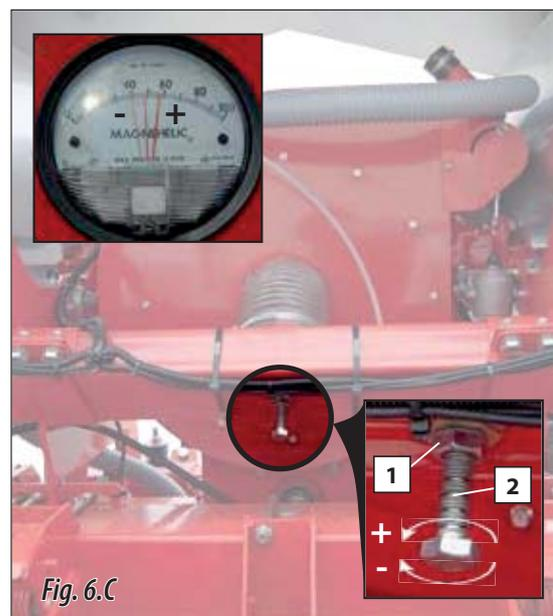

Fig. 6.C
El nivel de aspiración de la turbina se mide con el vacuómetro (Fig. 6.B). En función de la semilla se aconseja ajustar el nivel de aspiración según la tabla siguiente:
Para modelos VARIANT y TELESCÓPICAS, que lleven equipo de abono con transporte neumático de las filas exteriores, ajustar el caudal de aire actuando sobre la válvula reguladora ubicada en el pulmón de aspiración (A, Fig. 6.D) y el venturi ubicado a la salida de aire de la turbina (B, Fig. 6.D)
- 1- Aflojar la tuerca (1, Fig. 6.C).
- 2- Roscar el tornillo para disminuir la presión o, aflojarlo para aumentar la presión de aspiración (2, Fig. 6.C).
CON LA VÁLVULA REGULADORA ABIERTA COMPLETAMENTE (A2, FIG.6.D) Y EL VENTURI EN LA POSICIÓN 0 (B, FIG. 6.D), SE DISPONE DEL MÁXIMO CAUDAL DE AIRE PARA EL TRANSPORTE NEUMÁTICO DEL ABONO.
EN EL CASO QUE NO SE DESEE ABONAR, LA VÁLVULA REGULADORA DEBERÁ ESTAR CERRADA (A1, FIG. 6.D) Y EL VENTURI DE LA TURBINA EN POSICIÓN 1 (B, Fig. 6.D)
DESPUÉS DE MODIFICAR LA POSICIÓN DE LA VÁLVULA REGULADORA, VERIFICAR LOS VALORES DE PRESIÓN MEDIANTE EL VACUÓMETRO (FIG. 6.B), Y SI ES NECESARIO AJUSTAR EL RÉGIMEN DE VUELTAS DE LA TURBINA PARA ADECUAR LOS VALORES DE PRESIÓN SEGÚN LA TABLA DEL APARTADO 6.4 SISTEMA DE ASPIRACIÓN - TURBINA.
- 1- Aflojar los tornillos (1, Fig. 6.E), para dejar libres la cuchilla y el aparta-terrones.
- 2- Sacar el pasador y el bulon de fijación para el aparta-terrones (2, Fig.6.E).
- 4- Atornillar los tornillos (1, Fig. 6.E) para fijar los elementos.
- 1- Aflojar el tornillo (B, Fig. 6.F), para dejar libre la cuchilla.
- 3- Aflojar el tornillo (C, Fig 6.F), para liberar el aparta-terrones.
- 5- Fijar el aparta-terrones con la cuchilla mediante el tornillo (C, Fig 6.F).
Actuar sobre los tornillos y contratuercas del vástago se regula la profundidad de trabajo (1, Fig. 6.I).
Actuar sobre la tuerca del muelle se regula la presión del elemento sobre el suelo (2, Fig. 6.I).